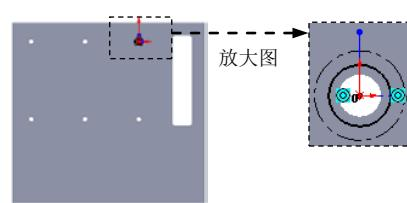

图 17.10.67 编辑草图
(4) 编辑草图，如图 17.10.67 所示。退出草图环境，完成成形特征 1 的创建。